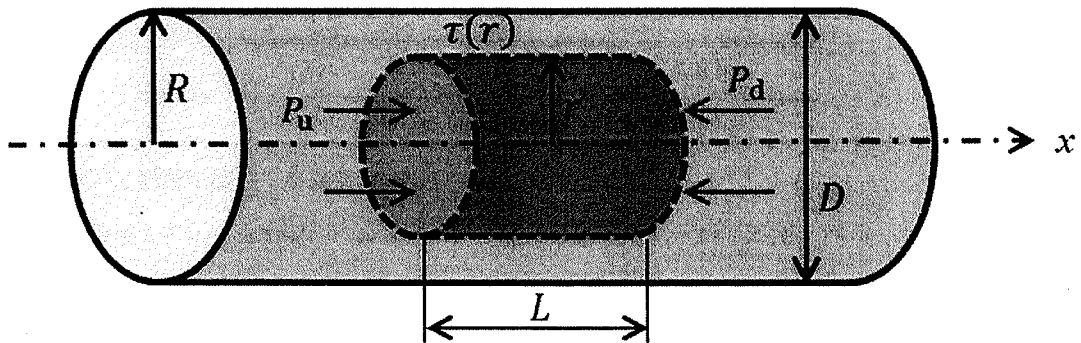

図1 水平に置かれた円管の模式図
問1 図1に示したような、水平に置かれた円管内を流体が $x$ 方向に速度 $u(r)$  [ $\text{m} \cdot \text{s}^{-1}$ ]で流れている。ここで $r$  [ $\text{m}$ ]は円管の中心から任意の位置までの距離とする。流体は、ニュートン流体で、十分に発達した層流とする。円管の半径を $R$  [ $\text{m}$ ]とし、流体の密度を $\rho$  [ $\text{kg} \cdot \text{m}^{-3}$ ]とし、粘度を $\eta$  [ $\text{Pa} \cdot \text{s}$ ]とする。流体中に円管と共通の中心軸を有し、半径 $r$ 、長さ $L$  [ $\text{m}$ ]の円柱状の区間を考える。この区間の上流側と下流側の圧力をそれぞれ、 $P_u$  [ $\text{Pa}$ ]、 $P_d$  [ $\text{Pa}$ ]とし、この圧力差を、 $\Delta P$  [ $\text{Pa}$ ] =  $P_u - P_d$  とする。
- (1) ニュートンによれば、流体にかかるせん断応力 $\tau$  [ $\text{Pa}$ ]とせん断速度 $\dot{\gamma}$  [ $\text{s}^{-1}$ ] =  $-\frac{du}{dr}$ には、 $\tau = \eta\dot{\gamma}$ の関係がある。ニュートン流体の特徴は、温度と圧力が一定の場合は、流体の粘度 $\eta$ が、せん断速度によらず( ① )ことである。①に入る言葉を書きなさい。
- (2) 図1に示した円柱状の区間を考え、 $r$  [ $\text{m}$ ]の位置におけるせん断応力 $\tau(r)$ を $\Delta P$ と $L$ を含んだ式で表しなさい。
- (3) 円管内の速度分布 $u(r)$ を求めなさい。
- (4) 円管内で、長さ $L$ 離れた区間の圧力差 $\Delta P$ を、断面平均流速 $u_m$  [ $\text{m} \cdot \text{s}^{-1}$ ]と、円管の半径 $R$ を含んだ式で表しなさい。この関係式は、( ② )の法則と呼ばれる。②に入る言葉を書きなさい。